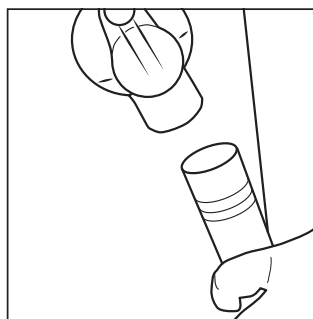
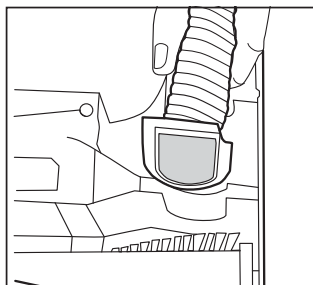

Fig. 3
Fig. 4
2. Si l'étape mentionnée ci-dessus ne suffit pas, enlevez la poignée du tuyau du port d'entrée de l'accessoire (Fig. 3). Si vous n'avez pas localisé le bouchon, retournez l'aspirateur et enlevez le plateau inférieur. Examinez le tube d'entrée de la brosse aspirateur afin de repérer la cause de l'obstruction (Fig. 4). Dégagez le tube et réinstallez le plateau inférieur.